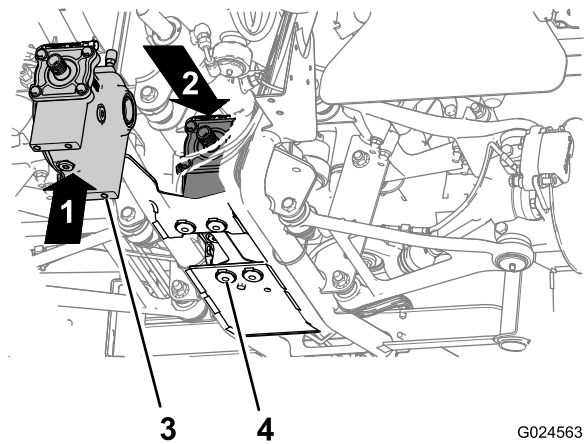

Figura 27
3. Alinhe os furos na parte inferior do diferencial com os furos nos isolantes e placa de montagem que instalou nos passos 1 e 2 (Figura 27).